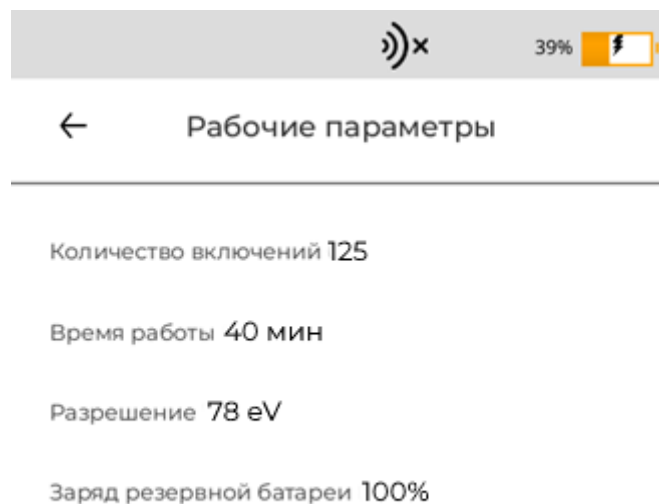

Рисунок 30 – Внешний вид окна «Статистика»
7. В разделе «Статистика» кнопки «Настройки» (п. 14 рисунка 22) отображаются следующие данные (рисунок 30):